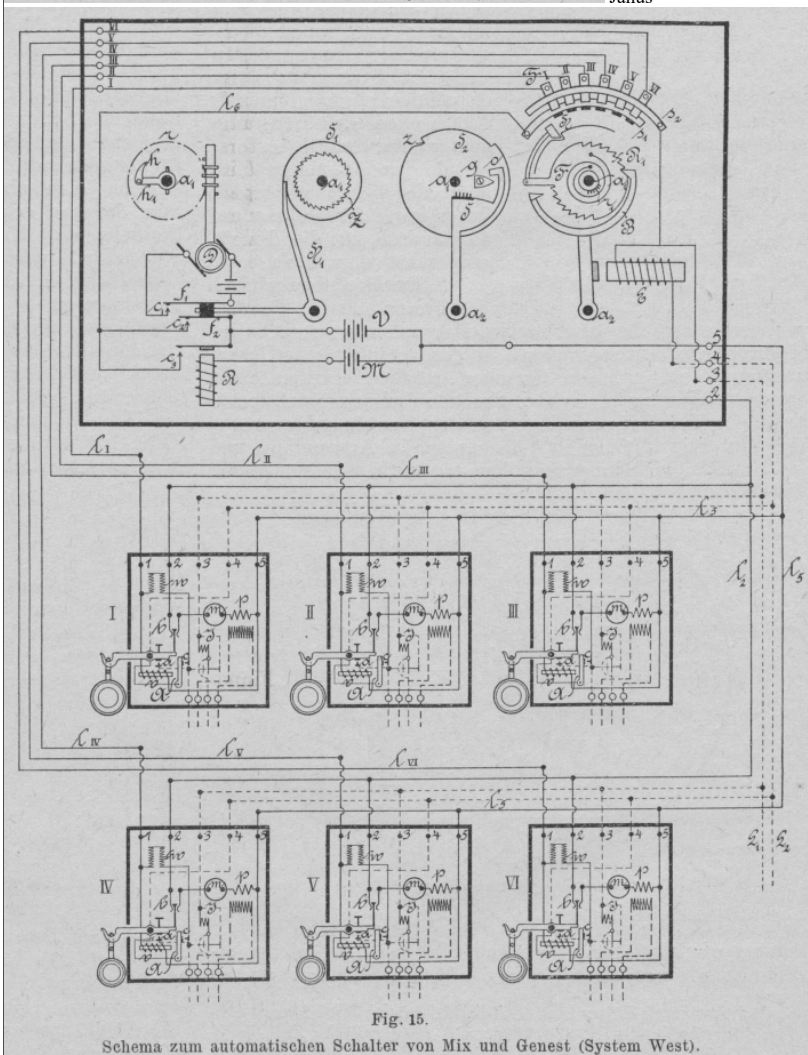

Fig. 15.
- La première tâche est très simple à réaliser : il suffit qu'au moment où l'abonné qui désire établir la connexion décroche le téléphone, on ferme un circuit électrique qui empêche les autres abonnés d'être reliés au central lorsqu'ils décrochent le téléphone ; dans la disposition représentée sur la Fig. 15, la connexion est rendue impossible par un aimant de blocage v , en ce sens que les électroaimants v , lorsqu'ils sont excités, attirent l'armature A et empêchent ainsi le levier téléphonique d'établir le contact a lorsque le téléphone est décroché.
En principe, dans un central téléphonique automatique l'établissement des connexions s'effectue de manière analogue à l'Ouest par un certain nombre d'impulsions de courant établissant un certain contact - comme dans la Fig. 15 - les contacts F I ... F VI.